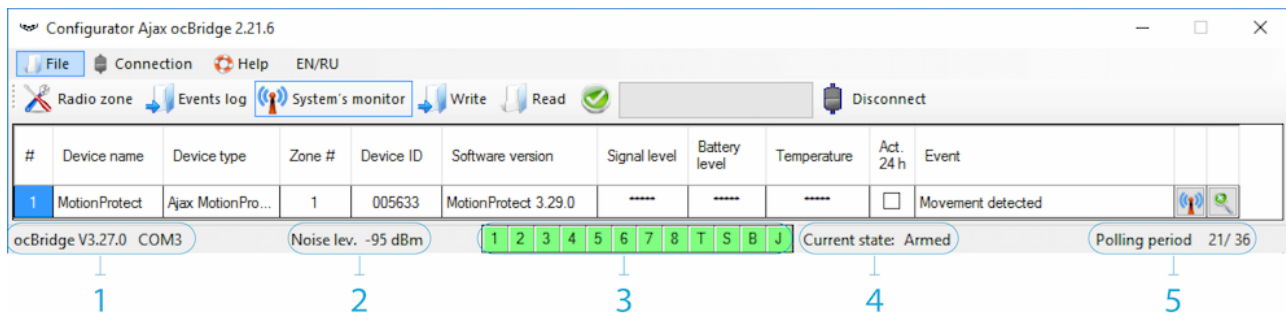

Imagen 15. Los sensores conectados entran en modo operativo
7. La página “**Supervisor del sistema**” está diseñada para el control del estado de los sensores y para las pruebas de su conexión de radio. El estado actual del sensor se define con su color de iluminación de fondo (Imagen 15):